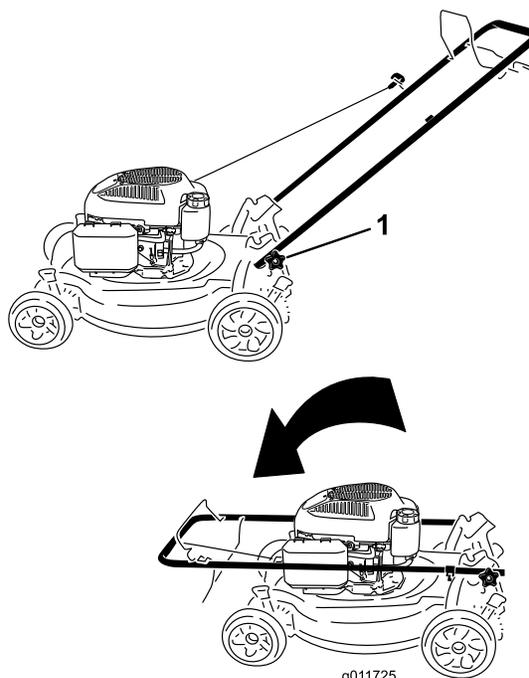

Figura 24
1. Afloje los pomos del manillar hasta que pueda mover el manillar libremente (Figura 24).
1. Pomo del manillar (2)
2. Mueva del manillar hacia adelante según se indica en Figura 24.